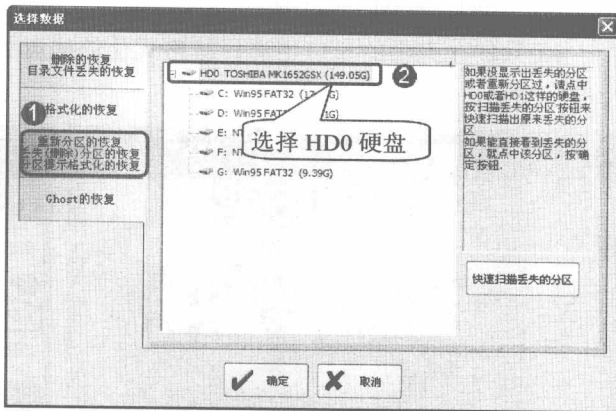

图 11-35 “选择数据”对话框
步骤① 运行 Data Explore 数据恢复大师，在弹出的如图 11-35 所示的“选择数据”对话框中，选择“重新分区的恢复/丢失（删除）分区的恢复/分区提示格式化的恢复”选项，然后选择 HD0 硬盘。